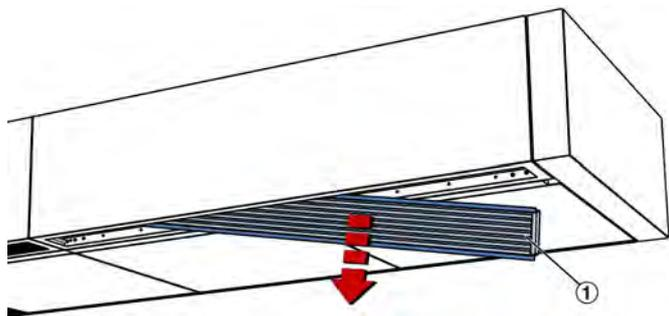

Abb. 88: Zuluftgitter demontieren
2. ▶ Zuluftgitter (Abb. 88 /1) etwas anheben, drehen und herausnehmen. Für die spätere Montage sicher lagern.